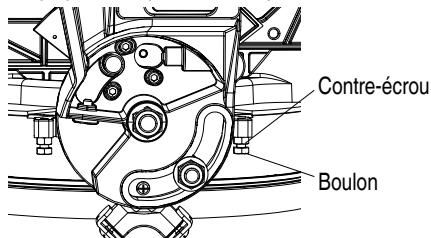

Fig. 21
- (2) Desserrer la poignée de verrouillage d'angle en biseau et incliner complètement vers la gauche le carter.
- (3) Au moyen d'une équerre combinée, confirmer si la lame est 45° par rapport à la table.
- (4) Pour ajuster, incliner le carter à 0° , desserrer le contre-écrou et tourner le boulon vers l'intérieur ou l'extérieur pour augmenter ou diminuer l'angle comme illustré sur la Fig. 21.
- (5) Incliner le carter en arrière vers la gauche et reconfirmer l'alignement.
- (6) Répéter les étapes jusqu'à ce que la lame soit à 45° par rapport à la table. Une fois l'alignement obtenu, serrer le contre-écrou et la poignée de verrouillage d'angle en biseau.